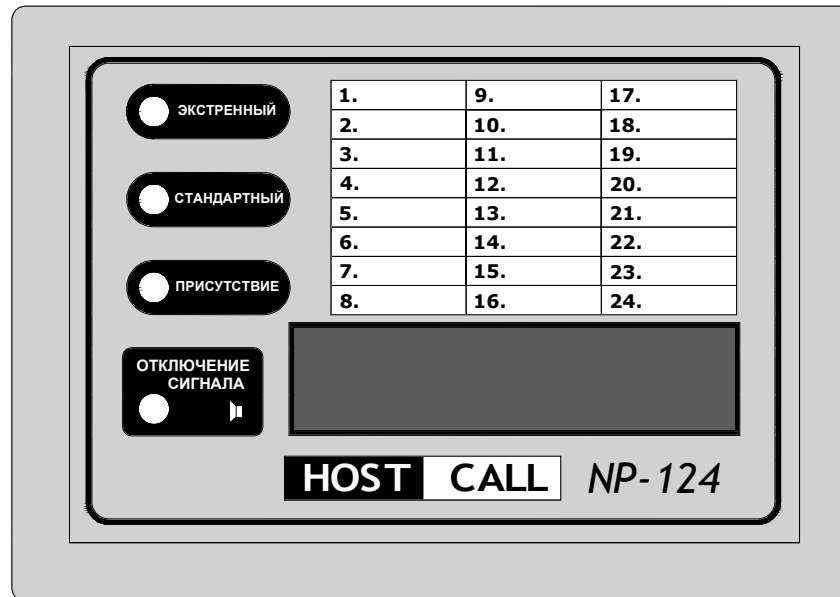

Рисунок 5 - пульт медсестры NP-124, NP-124S
6.1.2.1 Пульт медсестры NP-124 (рисунок 5) – основной компонент системы, предназначенный для организации опроса состояния и управления 24 палатными контроллерами ПК-2.06С или ПКК-2.02 и другими периферийными устройствами. Пульт медсестры NP-124 состоит из корпуса, предназначенного для настольного размещения. На лицевой стороне пульта медсестры NP-124 находится двухстрочный русифицированный LCD-дисплей и информационные светодиоды. Над дисплеем находится трафарет для записи реальных номеров палат. На боковой поверхности корпуса имеется гнездо RJ-45 для подсоединения соединительного кабеля. Пульт комплектуется соединительным кабелем (патч-кордом) длиной 1,5м и розеткой RJ-45.
6.1.2.2 Пульт медсестры NP-124.S является ведомым пультом, работающим в параллель с пультами NP-124, NP-224 или с пультом на базе ПЭВМ. Количество пультов медсестры NP-124.S в системе не должно превышать 3шт. Внешний вид пульта (рисунок 5) и работа органов индикации ничем не отличается от описанного выше пульта NP-124.